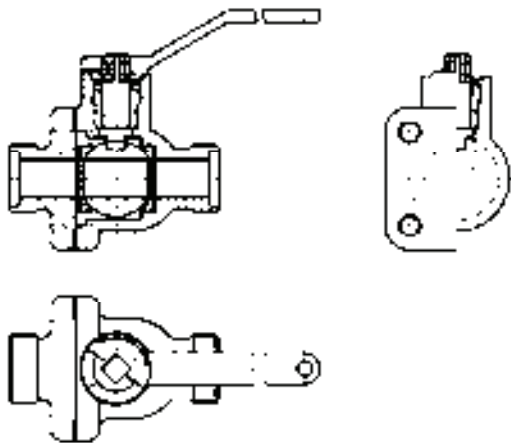

图9-28 填充后的图形
2) 填充剖面线。单击“绘图”工具栏中的“图案填充”按钮, 打开“图案填充创建”选项卡, 设置剖面线样式图案为“ANSI31”, 图案填充比例为“1”, 将视图中需要填充的位置进行填充, 结果如图9-28所示。